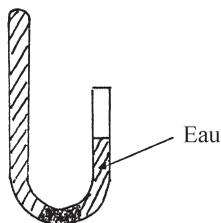
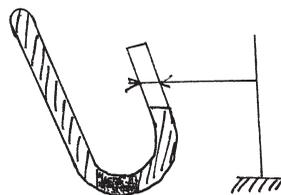

Figure 2
Figure 3
pour la suite de la manipulation, car on va rajouter 4 à 5 ml d'acide nitrique (voir figure 2). L'ensemble est monté sur un support et tenu par une noix. Le montage est incliné comme l'indique la figure 3.
N.B. : Le système étant penché (figure 3) le dégagement gazeux se fait en totalité dans le tube à essais, donc pas de NO à l'air libre.